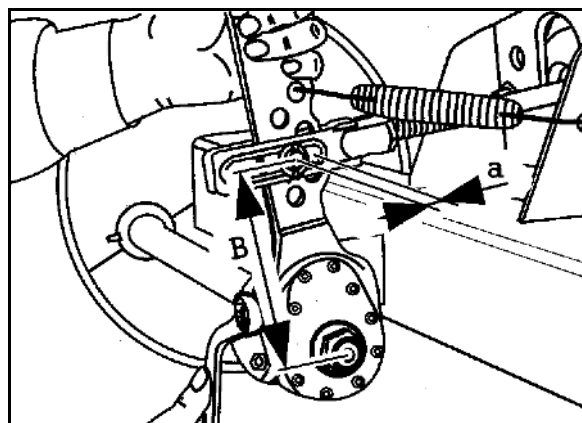

Fig. 80
1. Trykk sammen filterhuset (Fig. 80/1) ved de to flikene.
4. Trykk sammen filterhuset (Fig. 80/1) ved de to flikene.